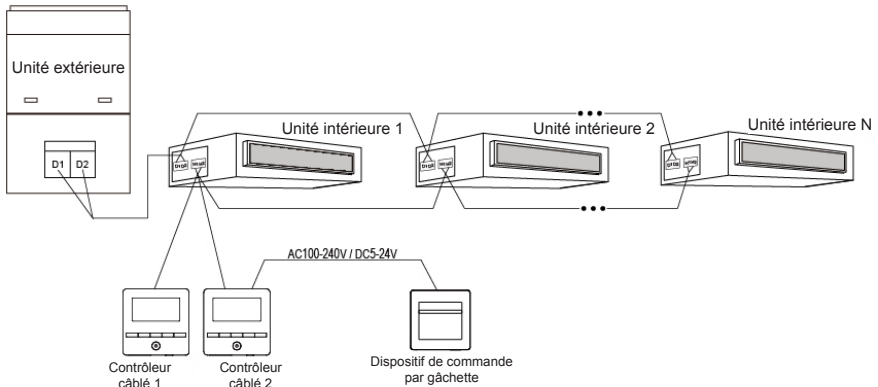

Figure 3.11 Mode de connexion 2 du contrôleur câblé et de la commande par gâchette
- ① Le contrôleur câblé 2 de la figure 3.11 peut être défini comme contrôleur maître ou esclave.
- ② Le contrôleur câblé 1 de la figure 3.11 peut être le modèle XK49 ou un autre.
- (4) Alimentation du dispositif d'insertion/retrait de la carte de commande par gâchette pris en charge par le contrôleur câblé : AC 100-240 V~50/60 Hz, DC 5~24 V. En pratique, raccorder le câble d'alimentation de sortie de la commande par gâchette à l'interface d'alimentation correspondante en fonction du type d'alimentation de sortie du dispositif de commande par gâchette (Se reporter au point 3.1.4. Installation du câble de connexion pour l'interface spécifique). Le contrôleur câblé déterminera la présence et